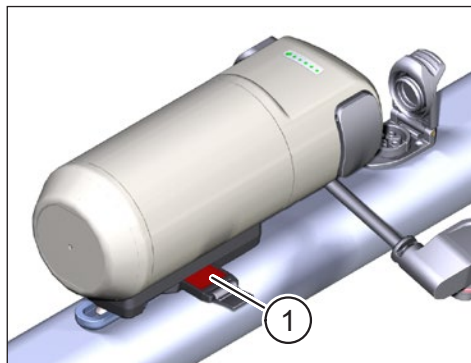

Abb. 5: FIDLOCK® System entriegelt
- Setzen Sie den Range Extender (Pos. 1 in Abb. 5) mit dem befestigten FIDLOCK® Force Connector (Pos. 2 in Abb. 5) schräg auf die FIDLOCK® Bike Base (Pos. 3 in Abb. 5). Der Dorn (Pos. 4 in Abb. 5) auf der FIDLOCK® Bike Base muss in die entsprechende Aufnahme im FIDLOCK® Force Connector gleiten, wenn Sie ihn aufsetzen. Die Magnete unterstützen beim Aufsetzen und der Range Extender sollte mit einem hörbaren Klick-Geräusch automatisch einrasten.
Das FIDLOCK® System ist nach dem Einsetzen des Range Extender noch nicht verriegelt. Dieser Zustand wird durch das rote Feld (Pos. 1 in Abb. 5) auf der Verriegelungslasche angezeigt.